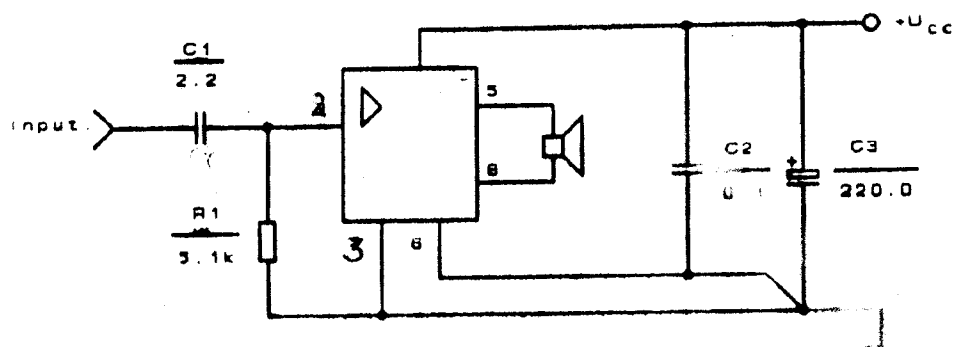

Рис. 4. Типовая схема включения микросхемы КР1082УН3А(Б).
2.4. Типовая схема включения микросхемы приведена на рис. 4.
(T = 25°C, рис.4)
3.5. Нижнее значение диапазона воспроизводимых частот определяется номиналом конденсатора С1 (рис.4), а верхнее имеет очень большой запас и составляет 1500 кГц (типовое значение).